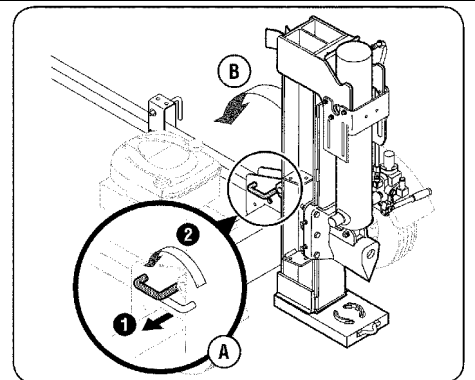

Рис. 3
12. Потяните на себя блокиратор вертикального положения направляющей станины, и поверните направляющую станину в горизонтальное положение до того момента пока она зафиксируется, предотвращая зажимания любых других предметов. См. Рисунок 3.